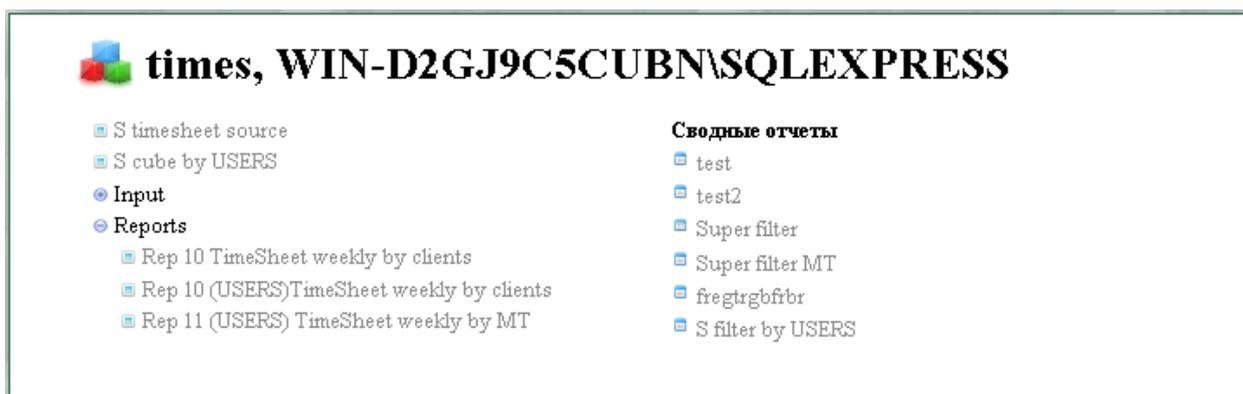

Рисунок 70
- 14) Зайти в веб приложение и в правой колонке «Сводные отчеты» выбрать нужный отчет (рисунок 70).